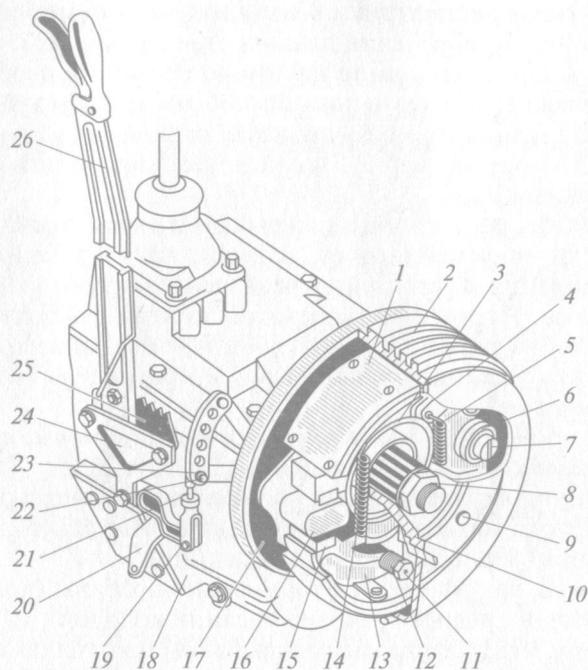

Рис. 5.8. Стояночный тормоз автомобиля ЗИЛ-130:
21. Выполнить частичную разборку стояночного тормоза автомобиля ЗИЛ-130 (см. рис. 5.8), а именно: